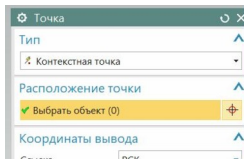
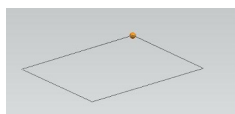

Рис.6
рис.7
- В ответ сразу появляется диалоговое окно *построения точки* (рис.6). С помощью этого окна вы просто, по 2-м диагональным точкам, строите плоский прямоугольник голубого цвета (рис.7, 8).